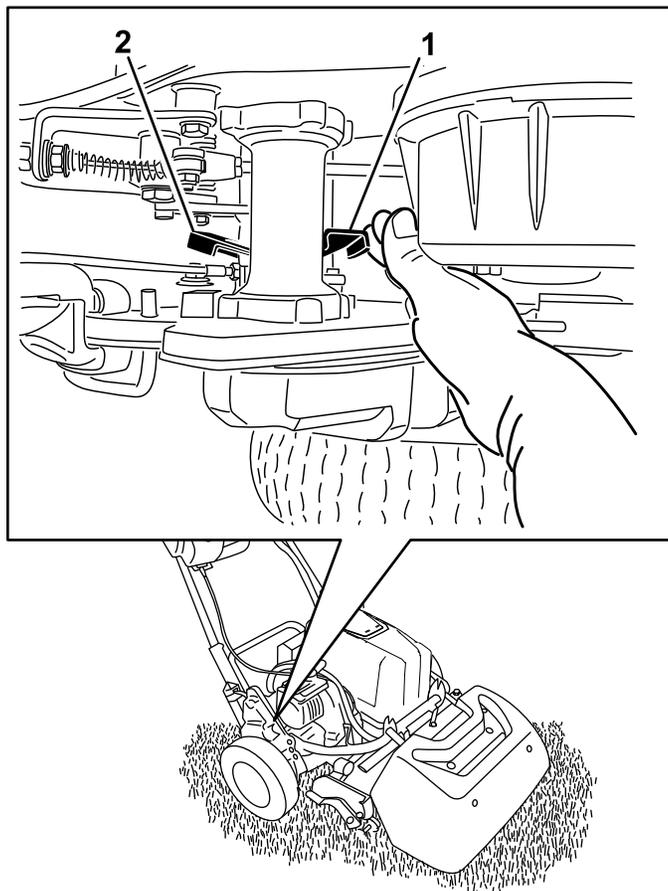

Рисунок 28
1. В правом заднем углу машины найдите рядом с барабаном корпуса привода рычаг включения/выключения тягового привода (Рисунок 28).